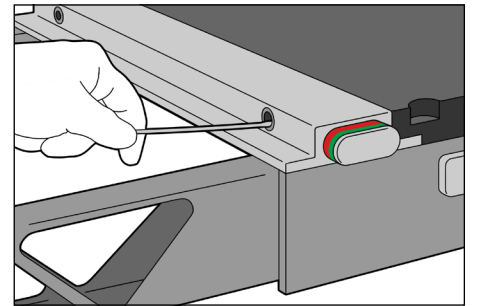

图 3
3. 使用干棉棒来清洁安装孔的内面。（图 3）
5. 用干棉棒擦掉附着的棉绒和污垢。（图 3）